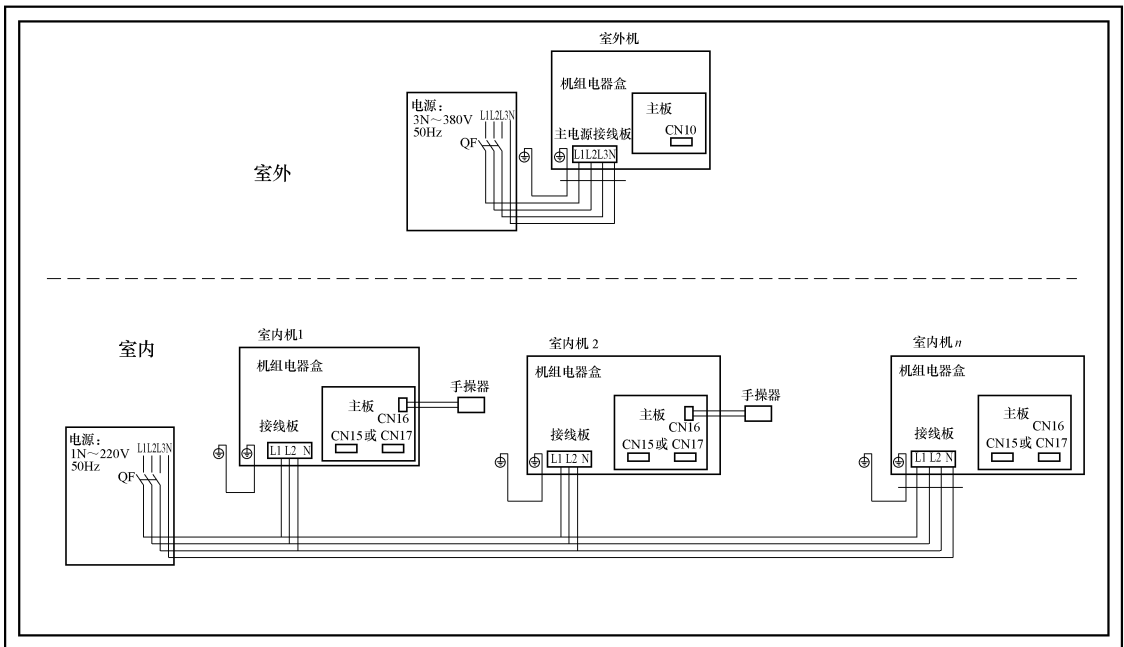

图 3-79 三相供电电源线连接方式 2
2) 方式 2: 室内机统一用三相电源，单相的室内机电源接其中两相。电源线连接方法如图 3-79 所示。